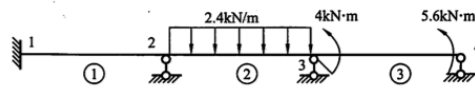

图 8-50
8-11 已知图 8-50 所示连续梁的结点位移列阵 $\Delta = (-0.003 \ 0.004 \ 0.005)^T$ (分别为结点 2、3、4 的转角), 设各杆的 $E=2 \times 10^4 \text{ kN/cm}^2$, $I=400 \text{ cm}^4$, $l=400 \text{ cm}$ 。求单元 ② 的剪力和弯矩。(华南理工大学 2010)